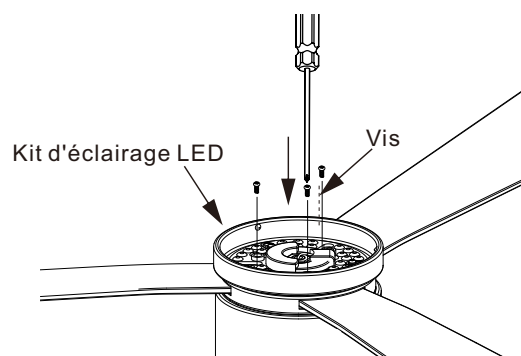

Figure 8
Étape 3 : Serrez les 3 vis précédemment retirées à l'étape 1 (Voir fig. 8)